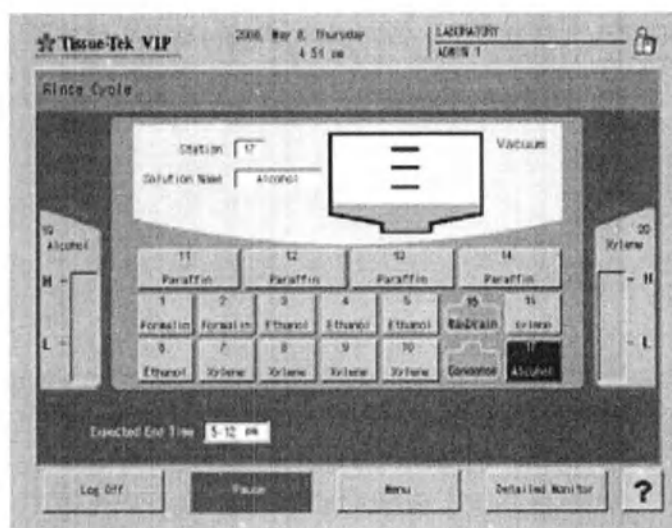

Рис. 131 Обзорный монитор «Цикл промывки»
3. Чтобы начать цикл промывки, нажмите «**Start**» (Пуск). Появится обзорный монитор «Rinse Cycle» (Цикл промывки) (Рис. 131).